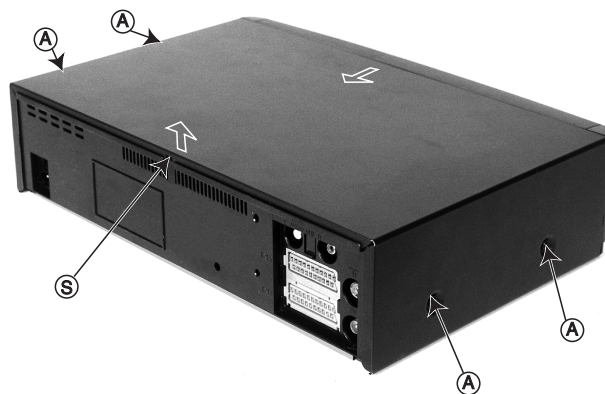

Figure 4-1
1. Couvercle (Fig. 4-1)
- Dévisser les quatre vis (A).
- Pousser le crochet de maintien (S) vers l'intérieur et soulever simultanément le couvercle pour le dégager de la rainure.